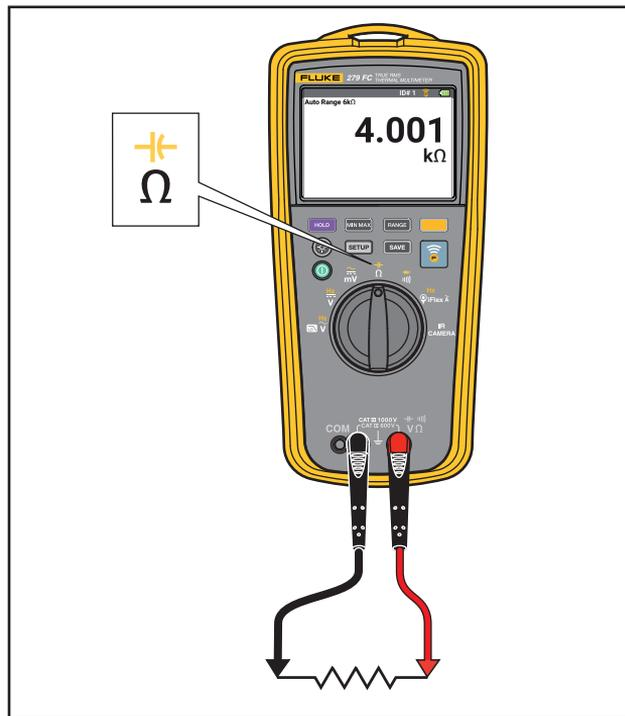

Abbildung 7. Widerstandsmessungen
- Widerstandsmessungen, siehe Abbildung 7
Bei Widerstandsmessungen sendet das Multimeter einen kleinen Strom durch den Schaltkreis. Da der Strom durch alle möglichen Pfade zwischen den Messfühlern fließt, stellt die Anzeige den Gesamtwiderstand aller Pfade zwischen den Messfühlern dar. Siehe Abbildung 7.